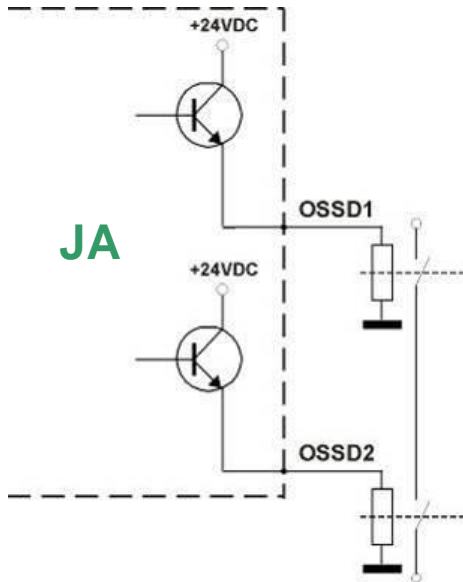

Abb. 14
-  Die Sicherheitskontakte OSSD1 und OSSD2 dürfen auf keinen Fall in Reihe oder parallel geschaltet werden, können jedoch beide einzeln eingesetzt werden (siehe Abb. 14). Sollte irrtümlich eine dieser Konfigurationen verwendet werden, zeigt der Sicherheitslichtvorhang die Betriebsstörung der Ausgänge an (siehe Kap. 7 „Diagnosefunktionen“).